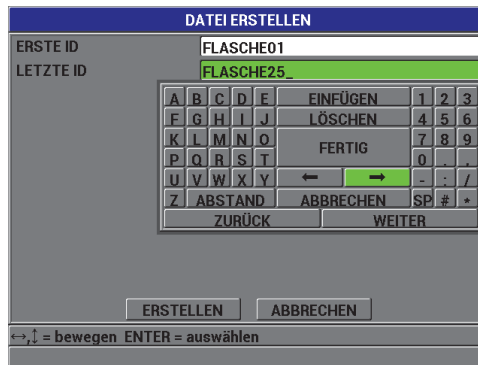

Abbildung 7-4 Auswahl des ID-Nummernbereichs für eine Zählfolge
6. Im zweiten Fenster **DATEI ERSTELLEN** (siehe Abbildung 7-4 auf Seite 132), geben Sie unter **ERSTE ID** und **LETZTE ID** die erste und letzte ID-Nummer.